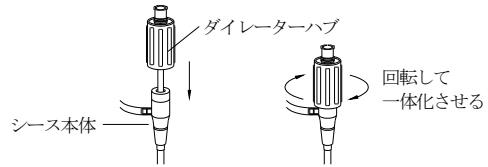

図1
3. シースにダイレーターを慎重に挿入し、ダイレーターハブを時計方向に回して締め込み、シース本体と一体化する(図1参照)。